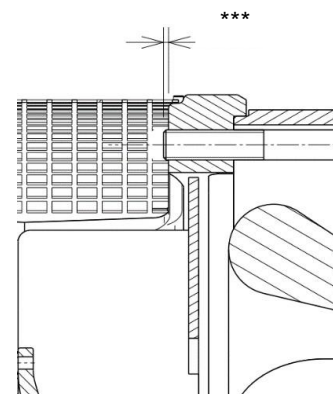

Fig. 14
8. Vérifier la saillie finale *** du tirant du côté bride SAE, elle ne doit pas dépasser les 2,2 mm, comme indiqué en Fig. 14.